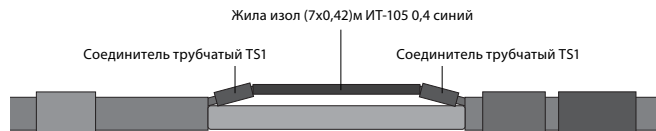

Рисунок 7
2.2.6. Надеть на зачищенный от изоляции конец жилы изол (7x0,42)м ИТ-105 0,4 синий (длиной 100 мм) соединитель трубчатый TS1. С другой стороны вставить конец дренажной жилы, чтобы жилы полностью вошли в соединитель до самой изоляции. Зазоры не допускаются. Опрессовать соединитель трубчатый TS1 ручным кремпером. Повторить операцию для другой дренажной жилы и другого конца проводника соединительного сечением 1 мм² – см. рисунок 7.